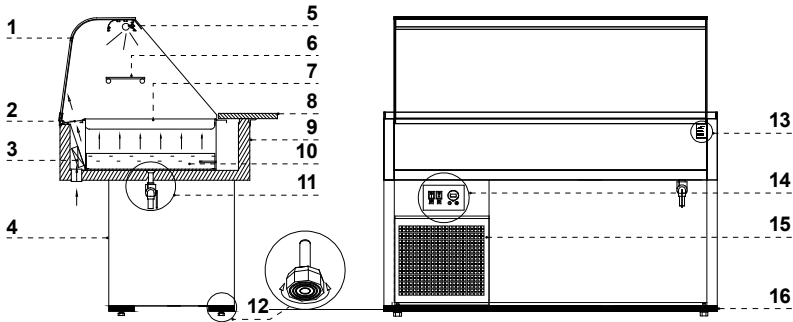

Рис.1 Конструкция оборудования «Kasia GRZ»
Das Typenschild befindet sich auf der hinteren Seite der Anlage, in rechter, oberer Ecke des Blattes Abb. 1/13 (S.16).
- Убедиться, что шариковый клапан спуска воды закрыт Рис.1/11 (стр.23)